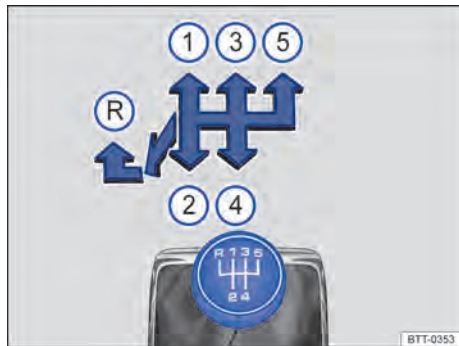

Fig. 98 Esquema de troca de marchas da transmissão manual de 5 marchas.
As posições de cada uma das marchas estão representadas na alavanca de troca de marcha → Fig. 98.
- Empurrar a alavanca de troca de marcha totalmente para a esquerda e depois para frente até a posição da marcha a ré → Fig. 98 (R).